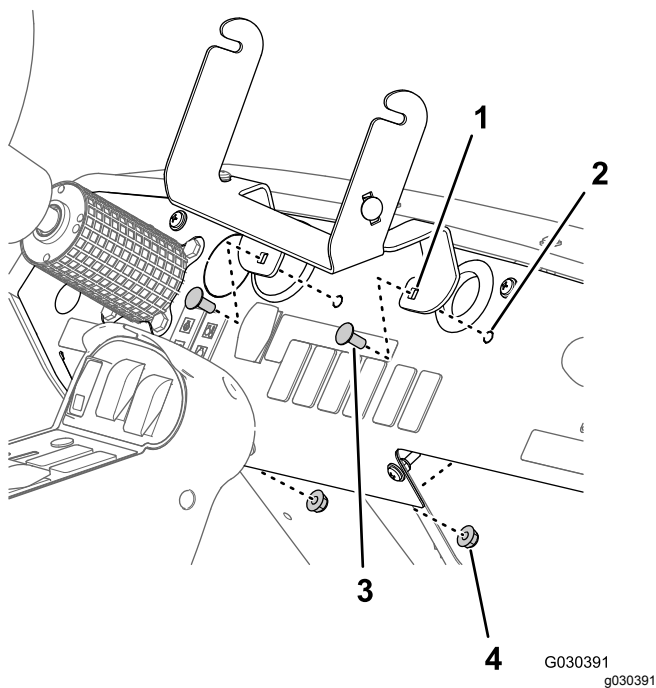

Figura 7
6. Retire los 2 pernos de cuello cuadrado (5/16" x 3/4") y las 2 contratuercas con arandela prensada (5/16") que sujetan el soporte de sujeción al panel del salpicadero y retire el soporte de la máquina (Figura 7).